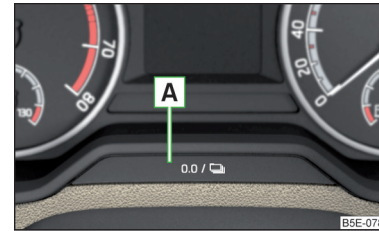

Abb. 41
Der Zähler kann durch Antippen der Taste **A** » Abb. 41 auf Seite 52 bzw. im Infotainment im Menü **CAR** → → **Kombi-Instrument** zurückgestellt werden.
- › Die Taste **A** » Abb. 41 gedrückt halten, bis im Display der Menüpunkt **Uhrzeit** angezeigt wird.